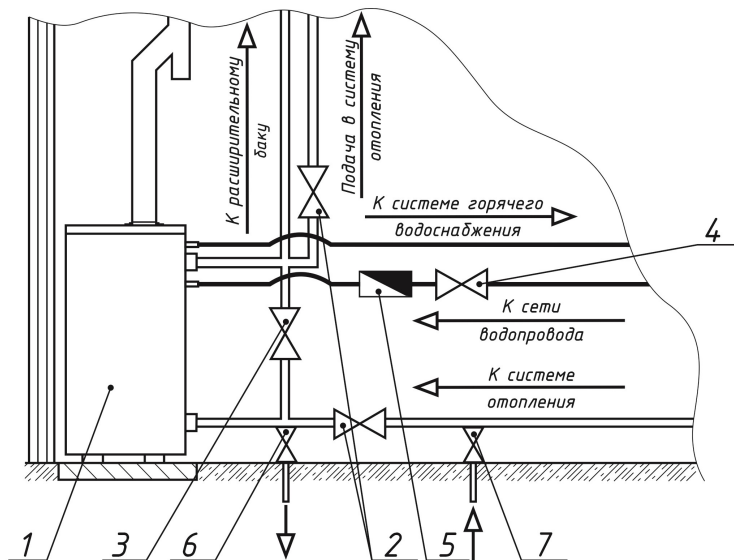

Рисунок 9. Схема подключения котла к системе отопления с естественной циркуляцией и к системе водоснабжения
5.3. Для использования водоотбора в летнее время рекомендуется сделать малый контур отопления, закрыть краны 2 и открыть кран 3. В отопительный период краны 2 должны быть открыты, кран 3 закрыт (рисунок 9).
5.7. Для дальнейшего технического обслуживания рекомендуется установить запорные краны на трубы системы отопления перед котлом, а для котлов с водоотбором и на трубу подачи холодной воды перед котлом (рисунок 9).
5.12. Для исключения засорения котла и системы отопления, а также в целях увеличения их срока службы рекомендуется установить грязевой фильтр - 5 (рисунок 9) на трубе обратной подачи и своевременно его очищать.
- на время использования котла для нагрева воды рекомендуется закрывать большой контур отопления и использовать малый контур отопления (рис. 9);